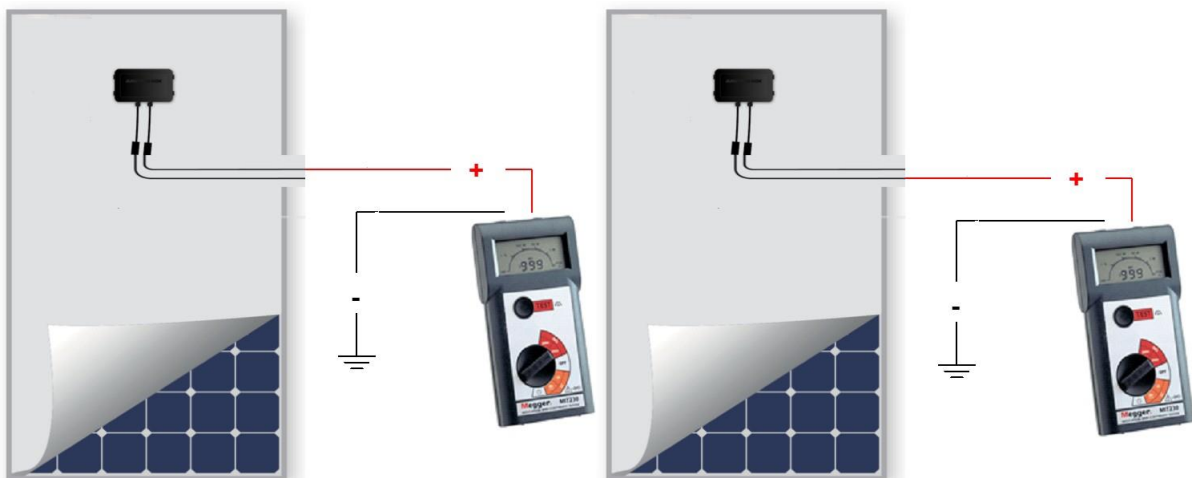

図5：絶縁抵抗計をモジュールに接続
- g. パワーオプティマイザから分岐ケーブルを取り外し、下記 (図5) に示されている接続方法の1つを使用してモジュールに接続してください。